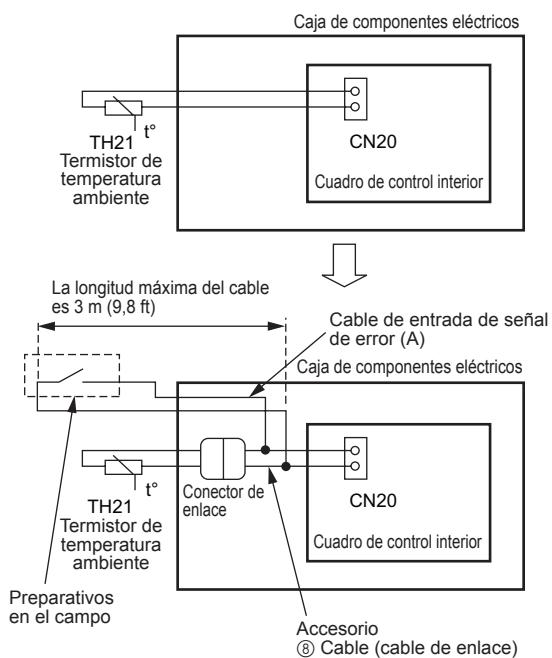

Fig. 5-6
### ① Método de introducción de la señal de error (Fig. 5-6)
- Extraiga el termistor de temperatura ambiente TH21 del cuadro de control interior y conecte el ⑧ (cable de enlace) suministrado con el producto.
- Conecte una señal de error (una entrada de contacto sin tensión) al cable de entrada de señal de error (A).